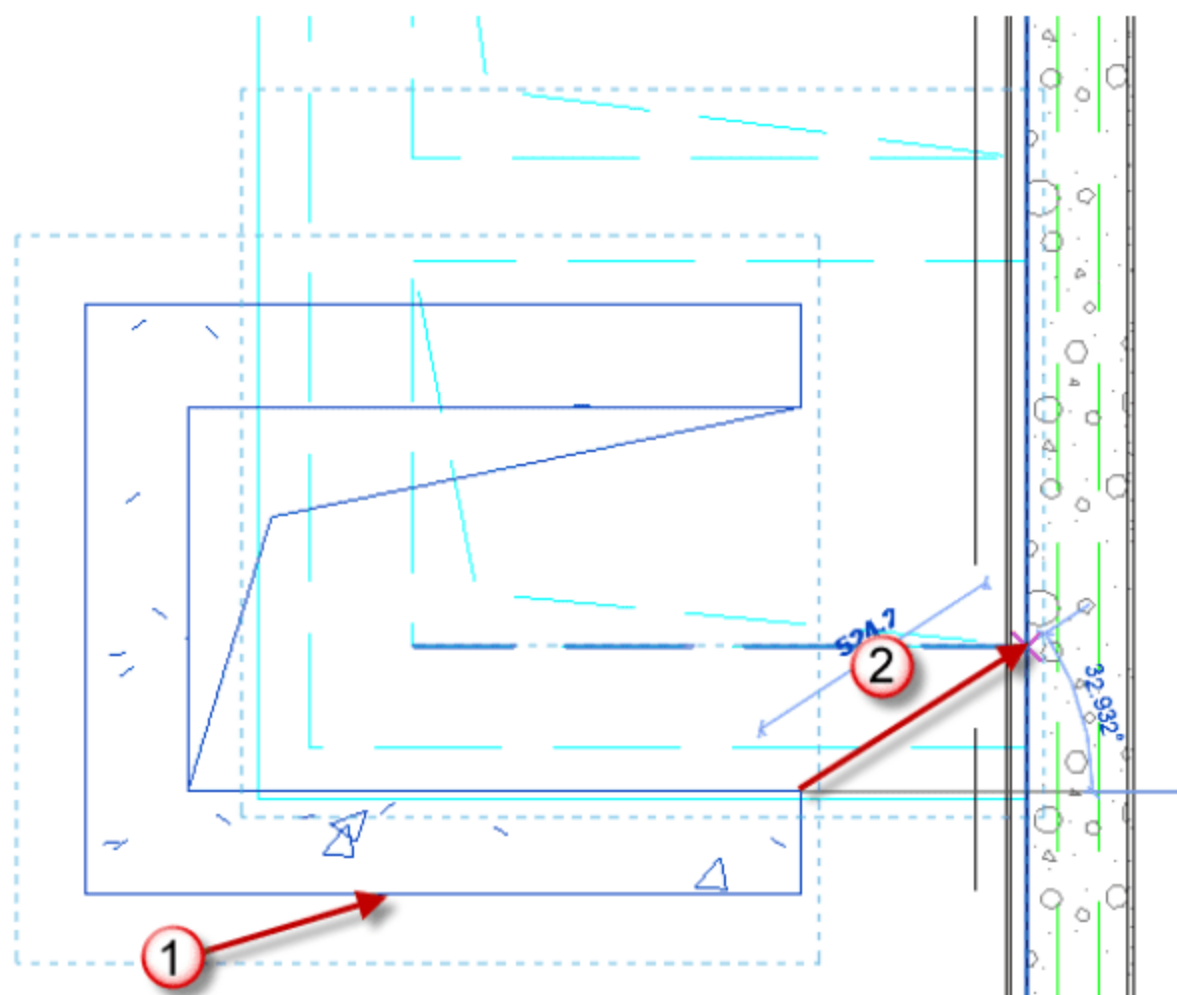

图 12.3.70 移动“靠墙风道”族
(28) 移动“靠墙风道”族。选择插入的“靠墙风道”族，按快捷键 M+V，移动“靠墙风道”族，如图 12.3.70 所示。